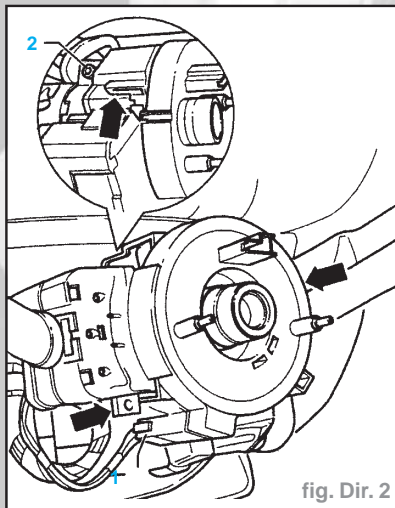
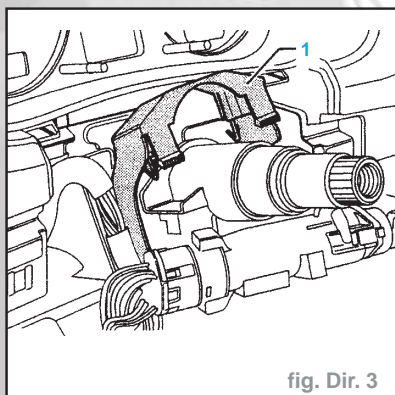

fig. Dir. 2
fig. Dir. 3
- Dévisser les vis (2), (3) et (4).
- Déverrouiller les crochets d'arrêt (flèches) et retirer du commodo l'anneau de rappel avec bague collectrice (fig. Dir. 2).
- Débrancher le connecteur (1).
- Déposer le cache en matière plastique (1) masquant les vis de rupture (fig. Dir. 3).